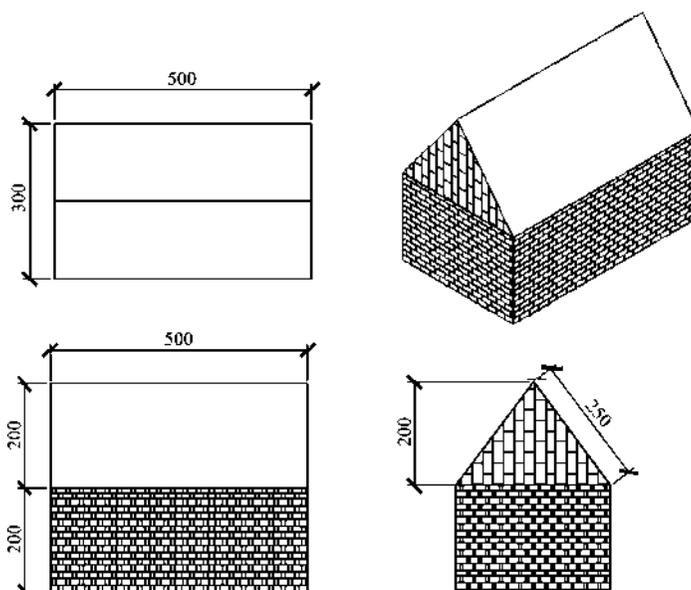

图 1-148 习题 17
17. 按图 1-148 给出的尺寸绘制平房建筑模型图并填充。